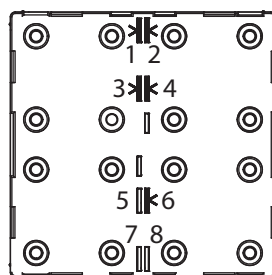

Bild 5: LED 1 - 4+6 leuchten
- Tasten 6 – 3 – 5 – 5 nacheinander betätigen (Bild 5).